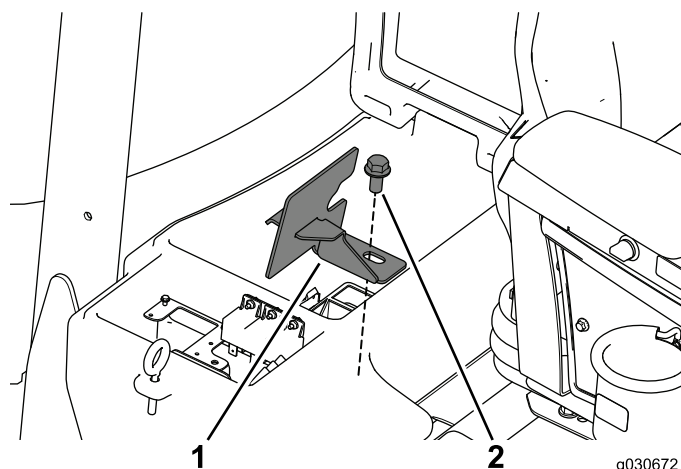

Рисунок 4
5. Отверните болт крепления зажима отделения аккумулятора и отложите в сторону болт и зажим (Рисунок 4).